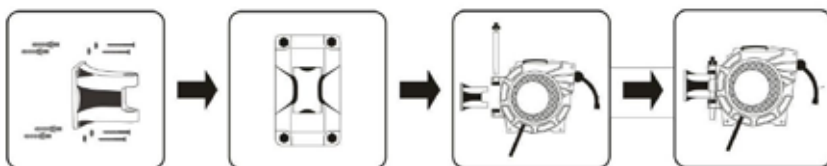

рис.2
6.1 Установка шланга (см. рис.2):